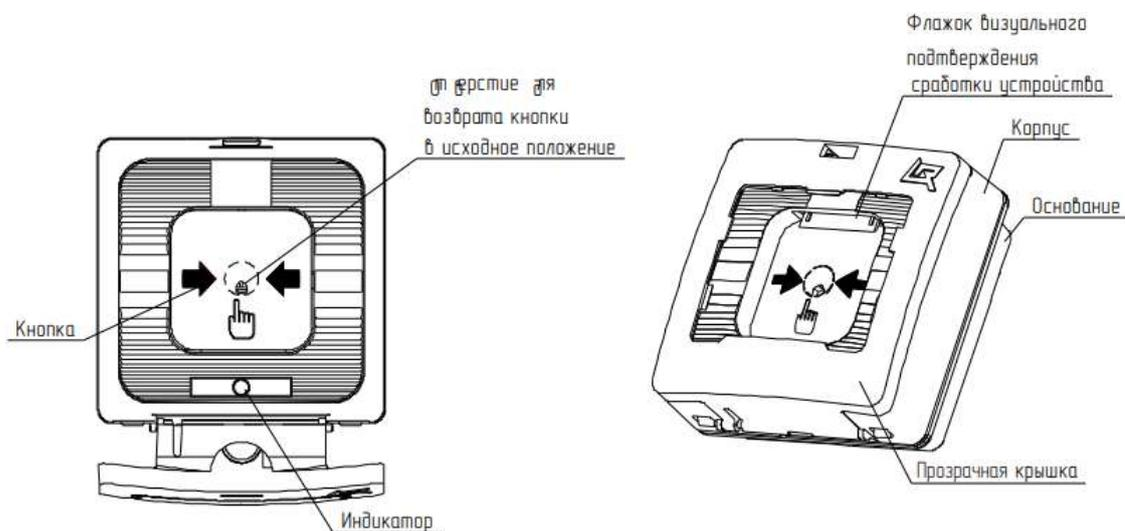

Рис. 1. Внешний вид УДП
- б) нажатие на приводной элемент (кнопку) (рис. 1).
УДП представляют собой устройства, формирующие сообщение о событии при нажатии на кнопку. При этом формируется сообщение в виде скачкообразного уменьшения сопротивления в ШС до величины не более 500 Ом, сопровождающееся включением оптического индикатора и выпадением цветного флажка (рис. 1).
Выпадающий цветной флажок является визуальным подтверждением нажатого состояния кнопки УДП (рис. 1). При возврате кнопки в исходное положение флажок занимает начальную позицию.